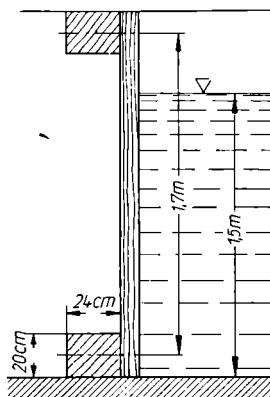

Bild 220
36. Ein 2 m breites Wassergerinne (Bild 220) ist durch eine Spundwand aus senkrecht stehenden Bohlen abgesperrt, die sich oben und unten gegen waagerechte Querbalken nach Figur anlegen. a) Wie groß ist der gesamte Wasserdruck auf die Bohlenwand bei 1,5 m Wassertiefe? b) Welche waagerechte Belastung hat der obere und der untere Querbalken aufzunehmen, wenn ihr Mittelabstand 1,7 m beträgt? c) Welche größte Biegespannung tritt in dem unteren Balken auf, wenn er an beiden Enden frei aufliegt und sein Querschnitt ein liegendes Rechteck 20 cm · 24 cm ist?